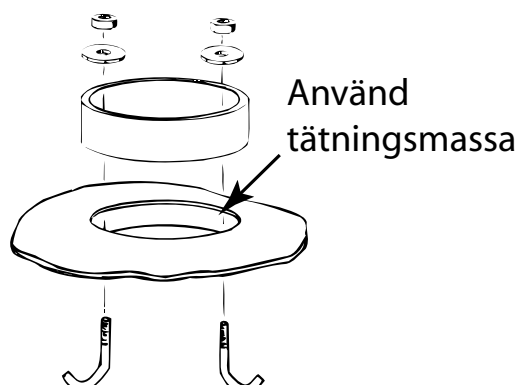
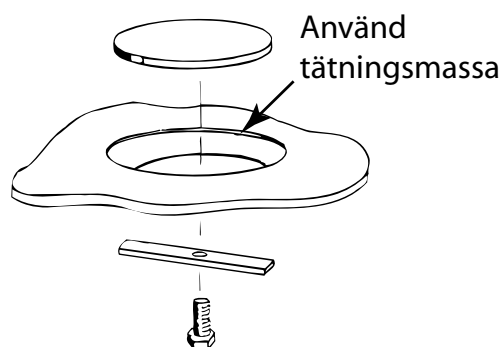

Bild 3: Montering av rökstos
Bild 4: Montering av Täcklock
5. Därefter monterar du rökstosen enligt Bild 3, använd tätningssmassa. Ett särskilt täcklock medföljer din kamin om du vid ett senare tillfälle önskar flytta rökuttaget, se Bild 4.